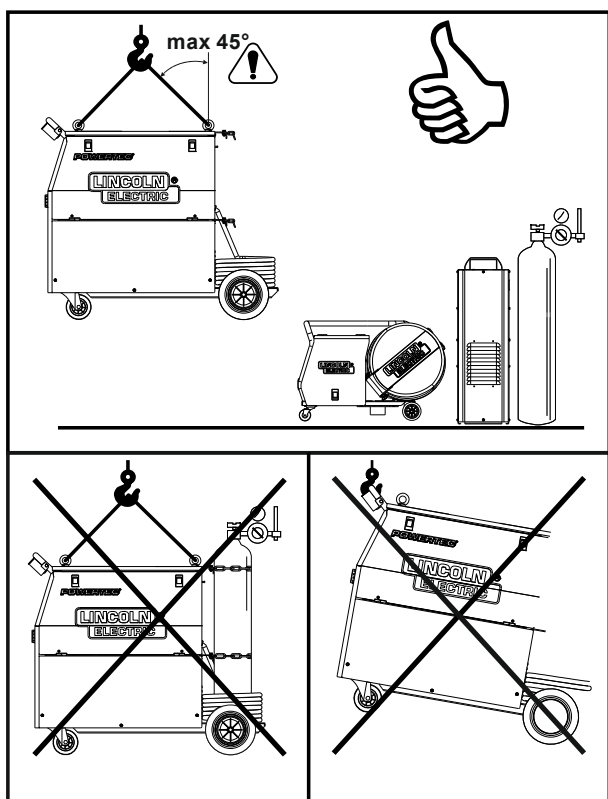

Figura 17.
- Aplicar os olhais e distribuir a carga, axialmente, num ângulo de 45 graus, de acordo com a Figura 17.